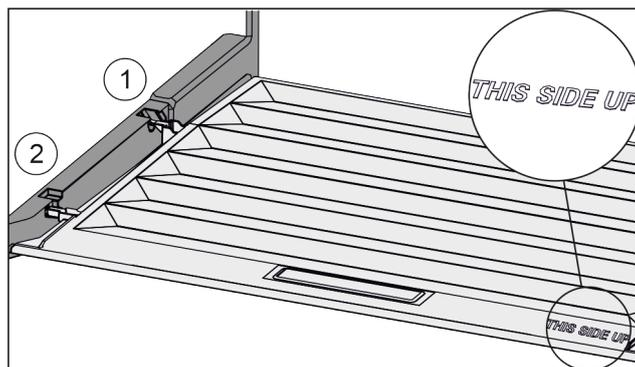

Fig. 96
- ▶ Introduire les rainures du couvercle par l'orifice du support arrière Fig. 96 (1) et les enclencher à l'avant dans le support Fig. 96 (2).